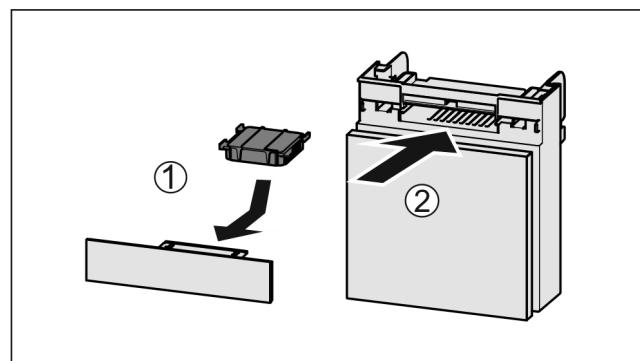

Fig. 201
- ▶ Insérer le filtre à charbon actif d'après le schéma Fig. 201 (1).
- ▶ Insérer le compartiment Fig. 201 (2).